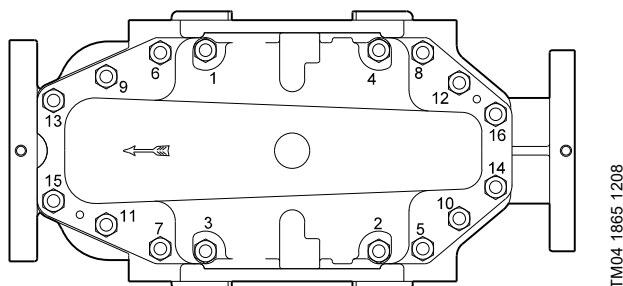

Рис. 5 Последовательность затягивания для винтов поз. 26с
4. Установить винты (26d) и затянуть их, но не до конца, в последовательности, показанной на рис. 5 (только для насосов типа LS 65-50-330).
5. Установить винты (26c) и затянуть их, но не до конца, в последовательности, показанной на рис. 5.
6. Затянуть винты (26d) с требуемым крутящим моментом. См. раздел 2.3.1 Моменты затяжки. Последовательность затягивания винтов показана на рис. 5 (только для насосов типа LS 65-50-330).
7. Затянуть винты (26c) с требуемым крутящим моментом. См. раздел 2.3.1 Моменты затяжки. Последовательность затягивания винтов показана на рис. 5.